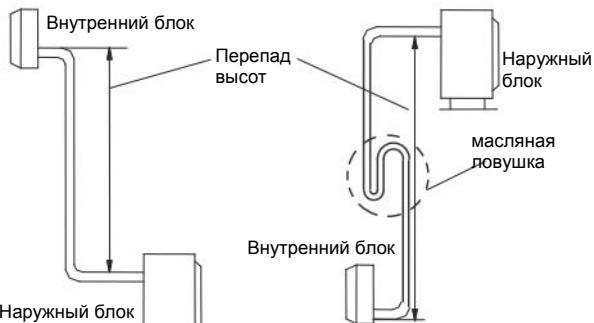

Рис. 3
- Если место установки наружного блока выше, чем внутреннего, а длина трубопровода превышает 10 м, то через каждые 8 м следует добавить масляную ловушку на газовую трубу. (Рис.3)